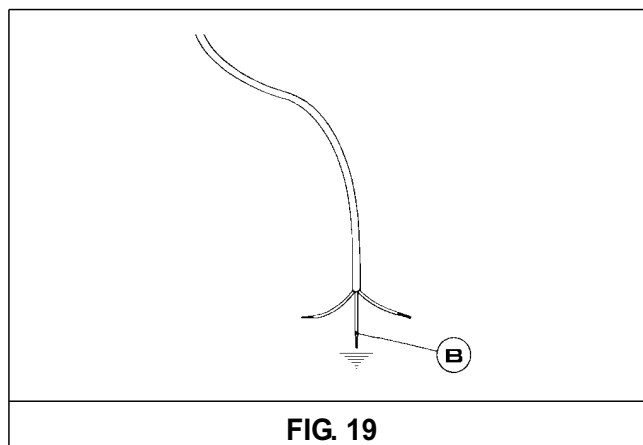

FIG. 19
**En caso de sustituir el cable de alimentación, el instalador deberá disponer de un conductor de tierra "B" más largo que los conductores de fase (fig. 19) y deberá respetar las advertencias indicadas en el párrafo 8.**